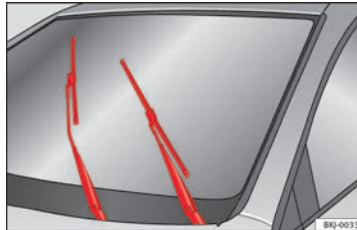

Abb. 88 Scheibenwischer in Servicestellung.
- Die Zündung ein- und wieder ausschalten und anschließend (vor Ablauf von ca. 9 Sekunden) den Scheibenwischerhebel nach unten drücken (Tippwischen). Die Scheibenwischerblätter stellen sich in die Servicestellung » **Abb. 88.**